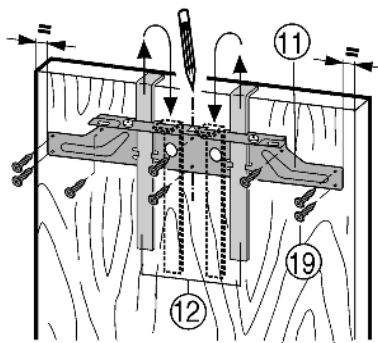

Fig. 14
- ▶ Accrocher la traverse de fixation Fig. 14 (11) avec les gabarits de montage Fig. 14 (12) du côté intérieur de la porte du placard.
- ▶ Aligner la traverse de fixation Fig. 14 (11) au centre : tracer la ligne courte médiane sur la porte du placard et venir y placer la pointe de flèche de la traverse.
- ▶ Visser la traverse de fixation Fig. 14 (11) en utilisant au moins 6 vis Fig. 14 (19).
- ▶ Visser la traverse de fixation Fig. 14 (11) en fixant 4 vis Fig. 14 (19) au bord.
- ▶ Tirer les accessoires de montage Fig. 14 (12) vers le haut et les enfoncer pivotées dans les trous situés à côté.